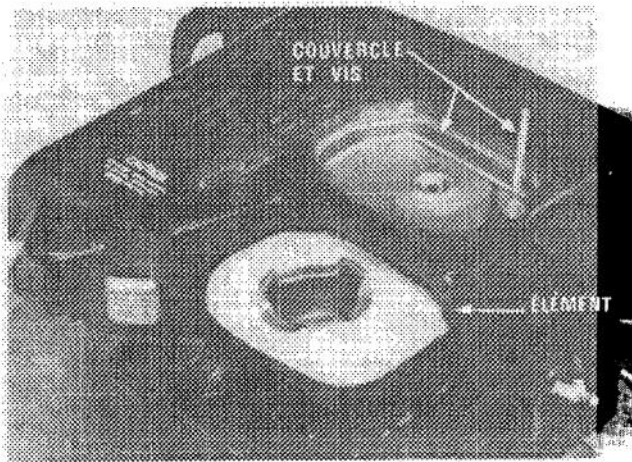

Figure 19
3. Regardez le dessus de l'élément du filtre à air (Fig. 19). S'il est encrassé, l'élément doit être enlevé du boîtier du filtre à air (Fig. 19) et nettoyé.
- D. Placez l'élément et l'entretoise dans le boîtier du filtre à air (Fig. 19). Assurez-vous que le bord étroit de l'entretoise soit parallèle au côté du boîtier du filtre à air.